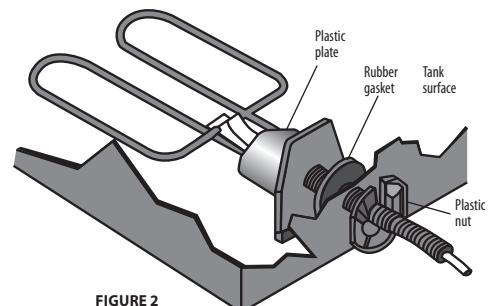

FIGURE 2
5. Set the de-icer on the inside of the tank. Let it rest on the bottom of the tank. The rubber gasket should be between the inside of the tank surface and the plastic plate of the heater housing (see figure 2).
9. Tighten the nut onto the threaded stem of the heater housing and up against the outside tank surface. Position the nut so that the raised ring fully inserts into the drain hole of the tank (see figure 2). This is only necessary if you have determined that this ring is of smaller diameter than the drain opening in your tank as tested by completing step #2. This will stabilize the de-icer.
5. Placez le dégivreur à l'intérieur du réservoir. Laissez-le se poser au fond du réservoir. Le joint de caoutchouc devrait pouvoir être placé entre la surface intérieure du réservoir et la plaque de plastique du boîtier du réchauffeur (Voir la figure 2).
9. Serrez l'écrou sur la tige filetée du boîtier du réchauffeur et contre la surface extérieure du réservoir. Placez l'écrou pour que l'anneau surélevé s'insère complètement dans le trou de drainage du réservoir (voir les figures 2). Cela n'est nécessaire que si vous avez déterminé que cet anneau est d'un diamètre plus petit que l'ouverture de drainage de votre réservoir, comme vérifié lors de l'étape 2. Cela permettra de stabiliser votre dégivreur.